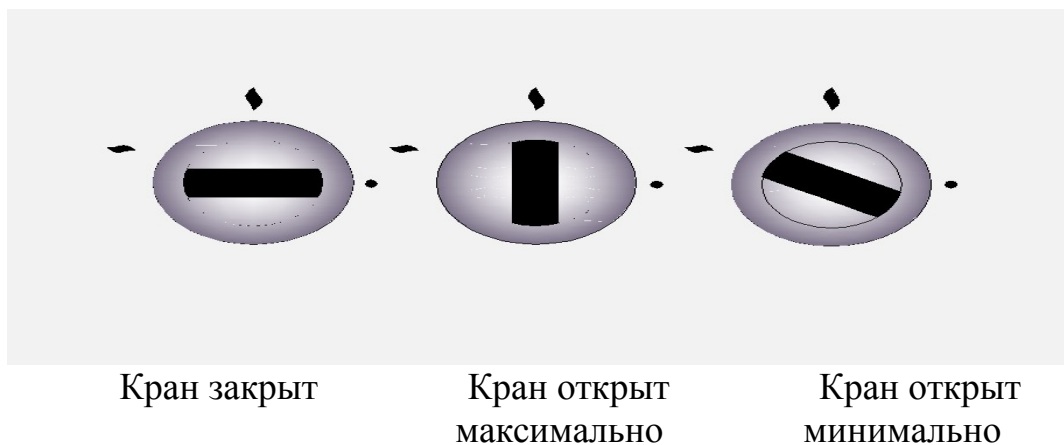

Рис. 2. Панель управления
- Нажать и повернуть ручку крана против хода часовой стрелки до совмещения метки на ручке со знаком максимально открытого положения (рис. 2)
7.2. Регулировку интенсивности горения рекомендуется производить дальнейшим поворотом ручки против хода часовой стрелки, при этом не произойдет случайного погасания горелки. При повороте до упора горелка будет работать на минимальном пламени (рис. 2).